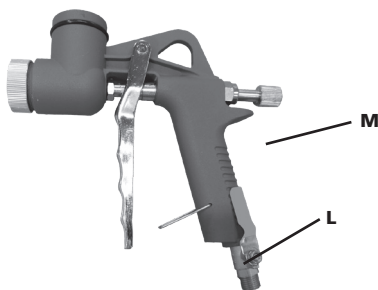

Fig. 2
For at indstille produktflowet drejes knoppen (M) (fig. 2). For at indstille luftflowet, drejes grebet (L) (fig. 2).